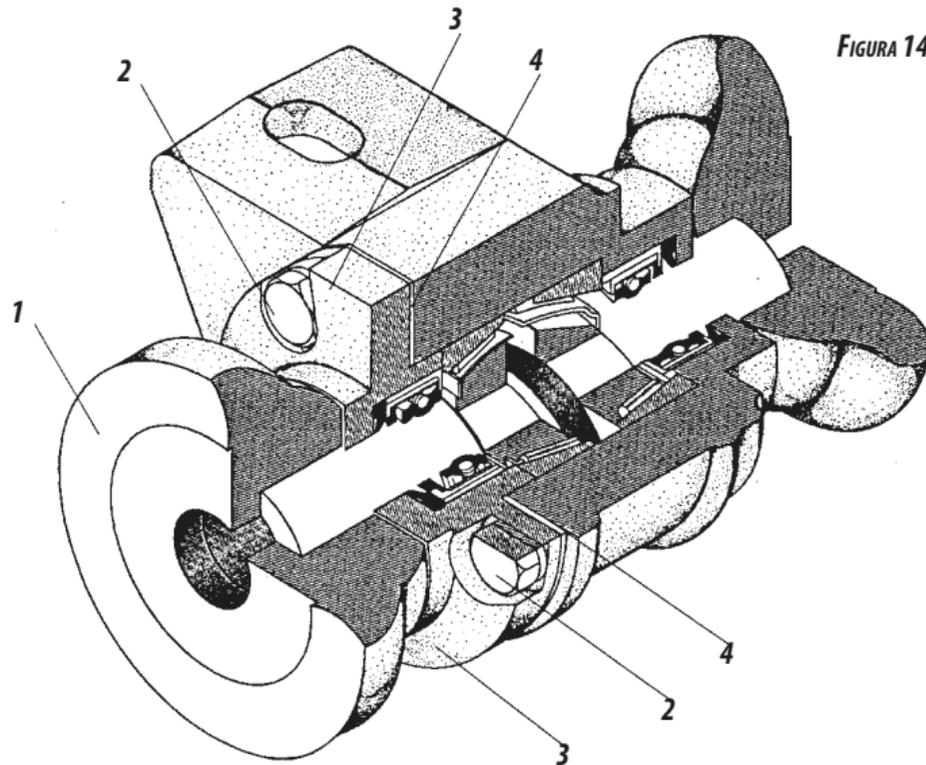

FIGURA 14
- Retirar a arruela (1), **figura 14**.
- Solta os parafusos (2), e retirar a tampa (3).
- Retirar 1 ou 2 juntas (4), da tampa do mancal. Recolocar novamente a tampa e reapertá-la.
- Se persistir a folga, pode-se facear a tampa (3), para aumentar a regulagem, em seguida monte a mesma no mancal com quantas juntas forem necessárias.